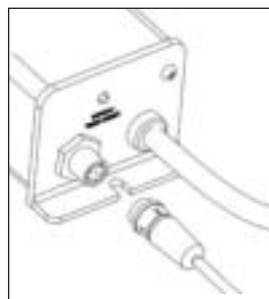
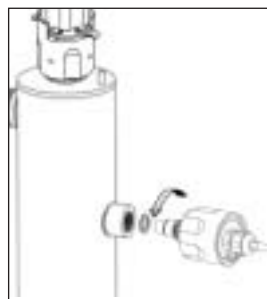

Figure 4B
Figure 4C
1. Avant de retirer l'assemblage de la sonde, suivez les étapes de la section « Remplacement / nettoyage de la chemise en quartz ». La chemise en quartz devrait être nettoyée en même temps que la sonde UV. Débranchez la sonde UV de son contrôleur en retirant le câble de la sonde et en tournant le collet dans le sens inverse des aiguilles (figure 4B). Pour retirer la sonde, tenez le boîtier de la sonde et tournez-le dans le sens inverse des aiguilles (figure 4C) jusqu'à ce que la sonde se relâche du filetage de son port.
3. Assurez-vous que la lentille de la sonde soit bien rincée de toute trace de nettoyant. Réassemblez soigneusement l'assemblage de la sonde avec le joint torique (figure 4E) dans le bossage de la sonde. Vissez la sonde dans le bossage et serrez-la pour assurer qu'elle soit étanche à l'eau. NE SERREZ PAS TROP. Rebranchez le câble de la sonde au contrôleur et retournez le tout en service. (figure 4B).